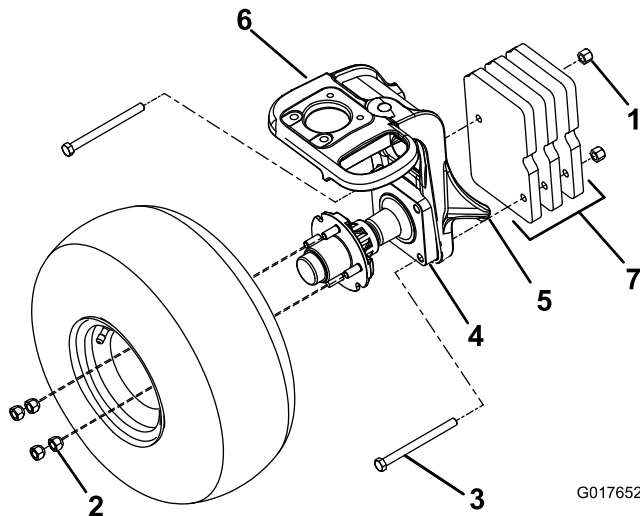

Figura 1
3. Eleve la máquina con un gato colocado en el punto de apoyo (Figura 1).
6. Retire los 2 pernos de retención que sujetan el eje a la horquilla de la rueda (Figura 1).
7. Monte 3 placas de peso del kit en el lado derecho de la horquilla de la rueda con 2 pernos de cabeza hexagonal (1/2 x 5-1/2 pulgadas) y 2 contratuercas del kit (Figura 1).
4. Retire las 4 tuercas de la rueda en pares diagonalmente opuestos (Figura 1).